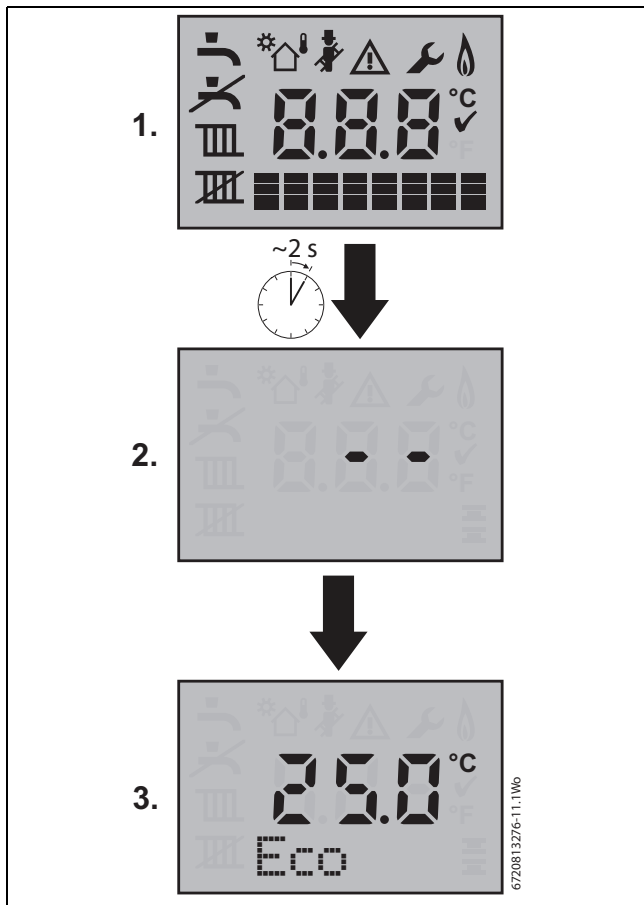

Fig. 65 Pantalla inicial de la caldera
- ▶ Activar el suministro principal de corriente; se visualizará primero la “pantalla de inicio de la caldera” (véase la fig. 65).